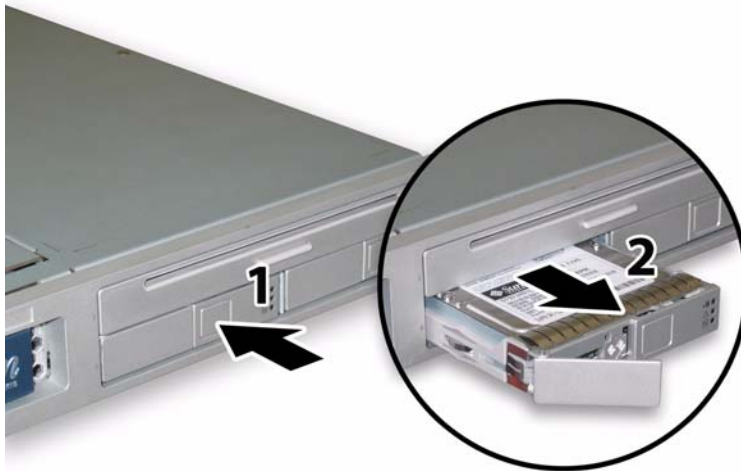

ABBILDUNG 3-33 Öffnen der HDD-Verriegelung
- a. Drücken Sie die Taste auf der Stirnseite des HDD, um die federbelastete Verriegelung zu entsperren. Siehe ABBILDUNG 3-33.